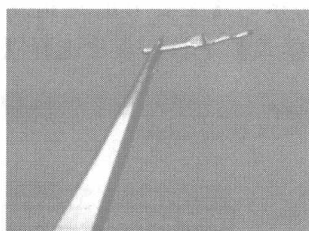

图 1-18
- ②⑩ 用钳子将其从跳线接口后面拔出，如图 1-18 所示为拔出的跳线针。